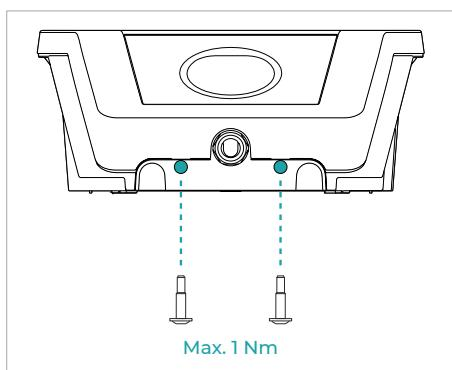

Fig. 10
- Fäst ytterramen på laddningssystemet med medföljande skruvar vid positionerna som anges i fig. 10.